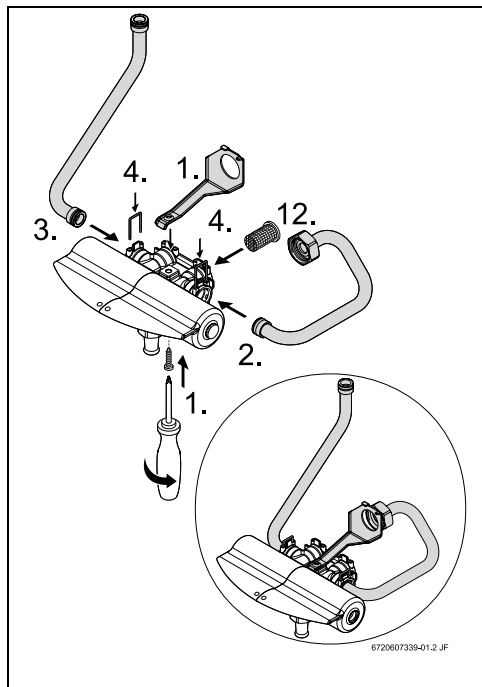

Fig. 1
- Installer le support de fixation sur le mélangeur (→Fig. 1, pos. 1).
- Monter les conduites d'eau froide (→Fig. 1, pos. 2) et d'eau chaude (→Fig. 1, pos. 3) sans oublier de mettre les agrafes de fixation (→Fig. 1, pos. 4).
- Monter le filtre d'eau (→Fig. 1, pos. 12).